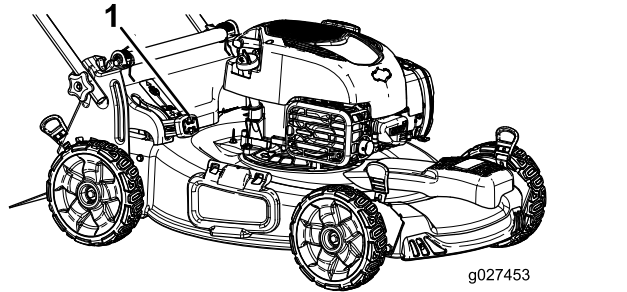

Bild 16
- Zum Sammeln des Schnittguts und Laubs drücken Sie die Taste am Hebel für den zuschaltbaren Fangkorb und bewegen den Hebel nach vorne, bis die Taste am Hebel herauspringt (**Bild 16**).